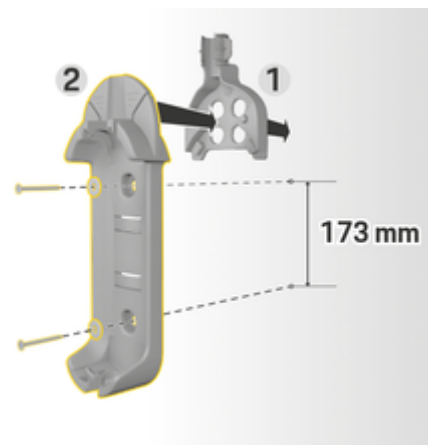

Fig. 8: Dimensões de perfuração
3. Pressione a base do suporte de parede **2** (Fig. 8) para a guia do cabo **1** (Fig. 8) na parte da frente.